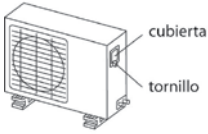

Ilustración 53
1. Retirar la cubierta plástica. (Ilustración 53)